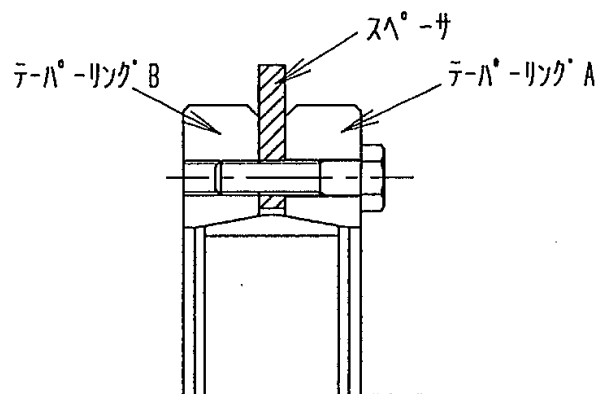

図4
- パワーロックを取付ける前に締付ボルトをゆるめた後、テーパリングA、Bの間に挿入されているスペーサを取はずしてください。（図4参照）